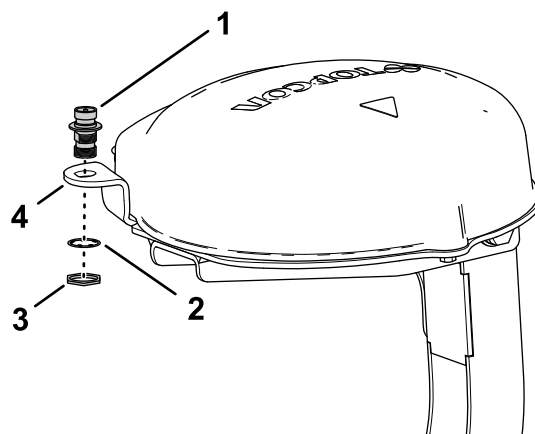

Figure 159
1. Passez le coupleur coaxial dans l'ouverture de la bride de l'antenne RTK en orientant les filetages de traversée vers le bas (Figure 159).
2. Fixez le coupleur coaxial à la bride du socle du récepteur à l'aide de la rondelle-frein et de l'écrou de blocage, et serrez l'écrou à la main (Figure 159).